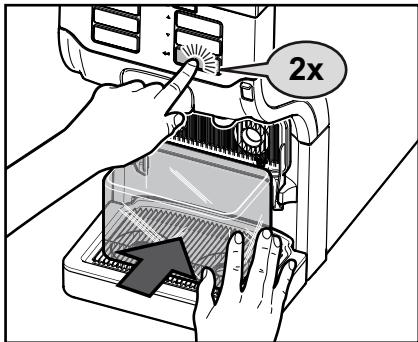

Рис. 32
- Подставить под оба выпуска для напитков приемную емкость и нажать на кнопку ввода \leftarrow . (Рис. 32)
- Нажать на кнопку ввода \leftarrow , чтобы запустить процесс промывки. (Рис. 32)